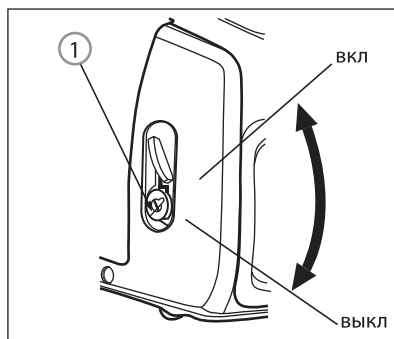

Рис. 18
В аварийной ситуации для остановки двигателя переведите выключатель 1 двигателя в положение «ВЫКЛ» (рис. 18).
3. Переведите выключатель двигателя в положение «ВЫКЛ» (рис. 18).